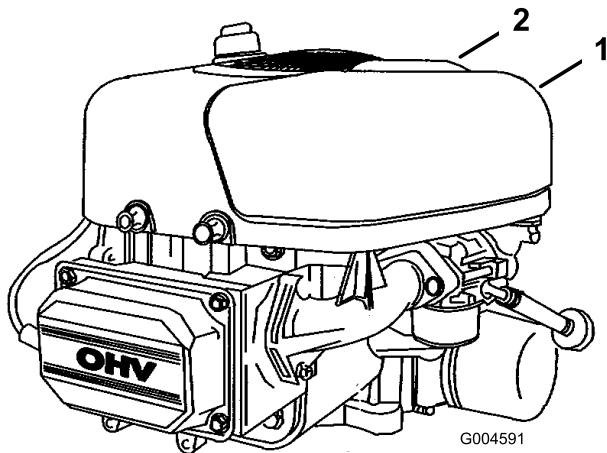

Figura 21
4. Tire hacia arriba del asa de la tapa del limpiador de aire, gírela hacia el motor (Figura 21) y retire la tapa del limpiador de aire.